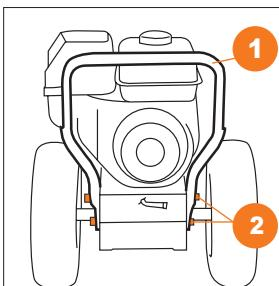

Рис. 5
- Закрепите нижнюю часть рукоятки ① к корпусу снегоуборщика с помощью четырех болтов и шайб ② (для **DAST 6560** и **7565**) (Рис. 5).